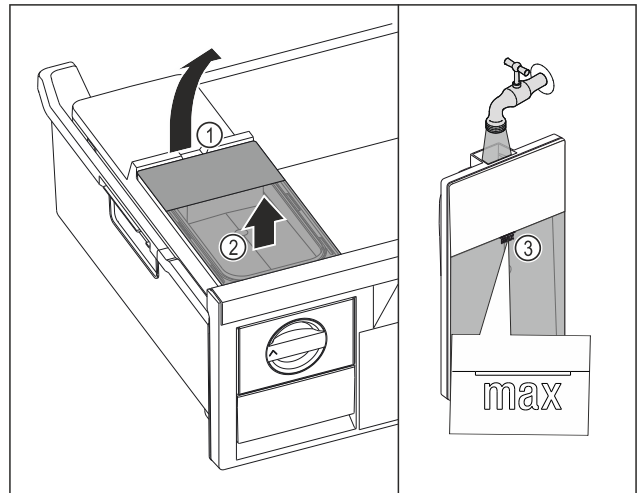

Fig. 151
- ▶ Wassertank an der Aussparung Fig. 151 (1) anheben.
- ▶ Wassertank nach oben entnehmen. Fig. 151 (2)
- ▶ Wassertank bis zur Markierung Fig. 151 (3) mit Trinkwasser befüllen.